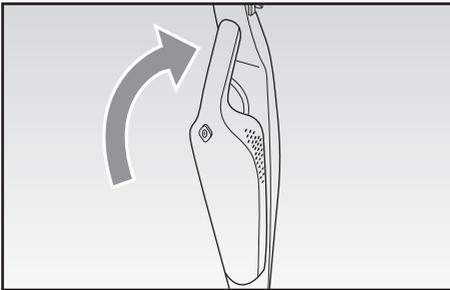

Abb. 10
- Bevor der Handstaubsauger wieder in das Gehäuse des Geräts (K) eingesetzt wird, muss zunächst das verwendete Zubehörteil wieder entfernt werden. Danach den Staubbehälter (F) unten am Fach des Gehäuses (K) ansetzen und dann den Handstaubsauger vorsichtig nach hinten schieben bis ein Rastgeräusch zu hören ist, das bedeutet, dass der Handstaubsauger ordnungsgemäß eingesetzt ist (Abb. 10).